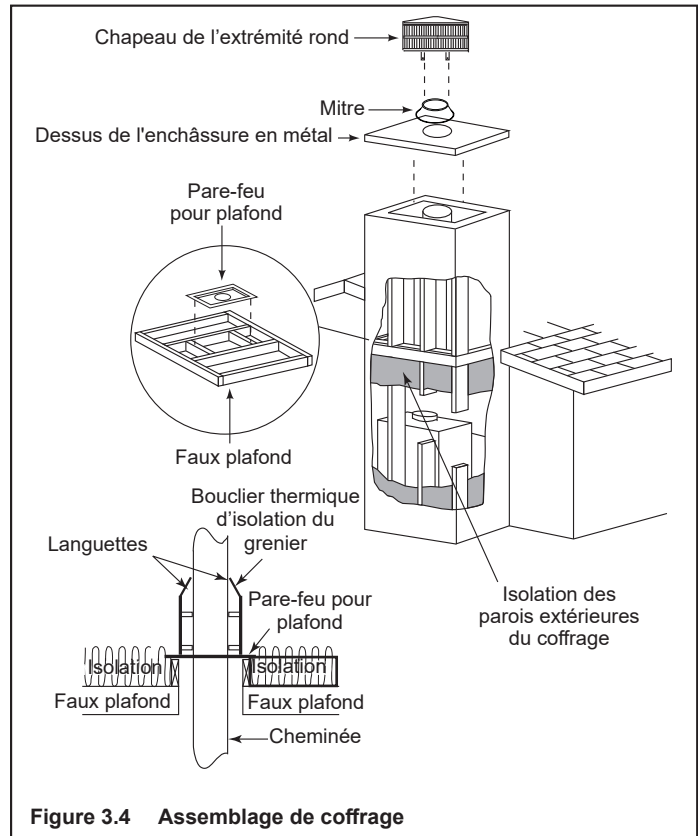

Figure 3.4 Assemblage de coffrage
- Dans les régions froides, les parois du coffrage doivent être isolées jusqu'au niveau du faux plafond, illustré à la figure 3.4. Cela aidera à diminuer les pertes de chaleur de la maison autour du foyer.